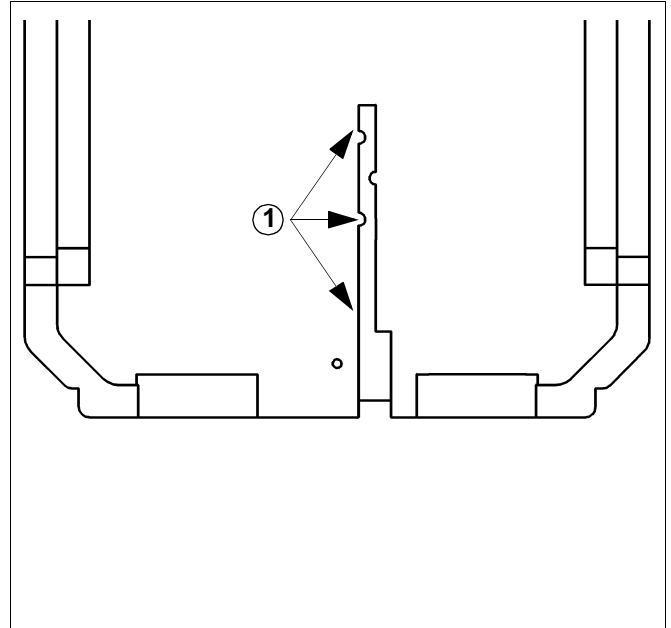

Fig. 11 Guscio termoisolante posteriore
- Sistemare i cavi elettrici nella canalina (Fig. 11, Pos. 1) dei gusci termoisolanti posteriori e condurli nella parte posteriore.